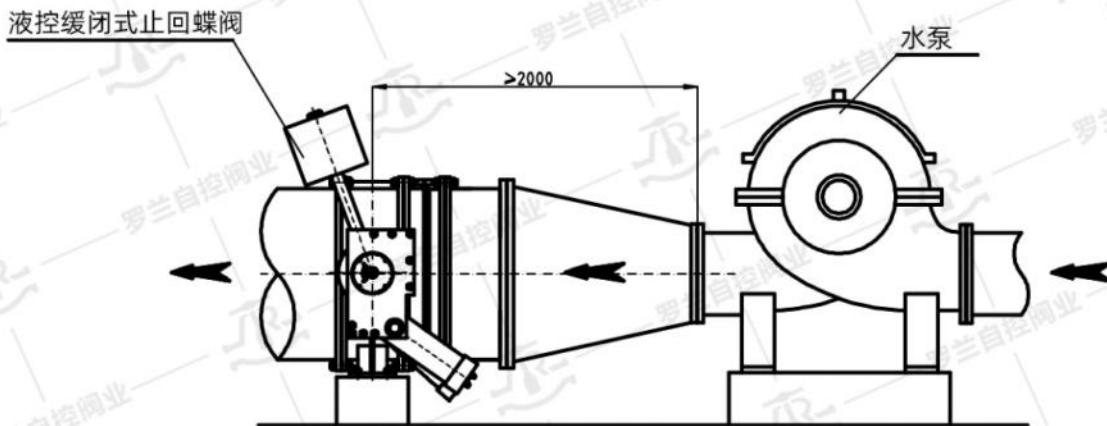
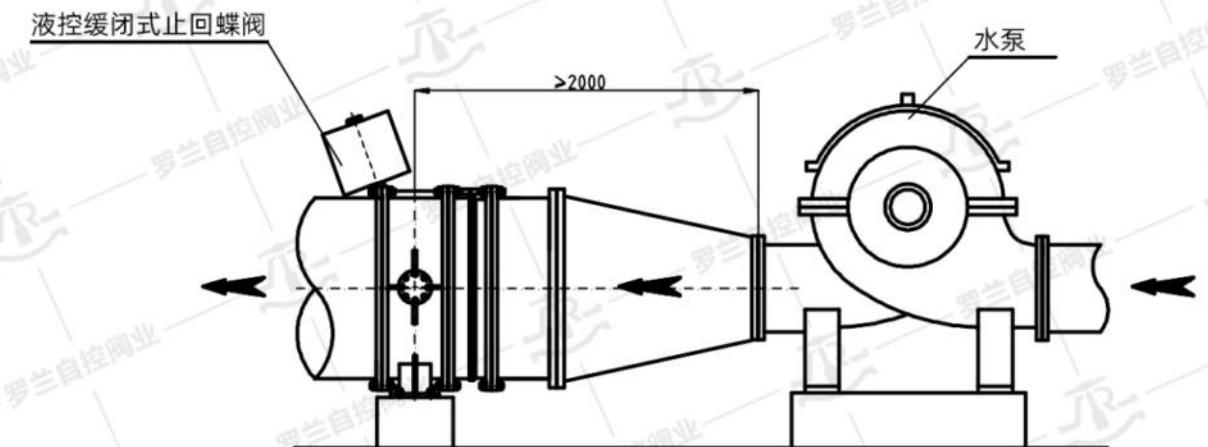

图1、正装型管道安装图
图2、反装型管道安装图
2. 正/反装液控蝶阀均按图1、图2所示安装，确认液压传动系统与水泵出水管道的相对方位，将阀门安装在水泵出口。即用作水泵出口止回阀或水轮机进口阀时，水泵或水轮机均位于阀门的无阀杆侧。